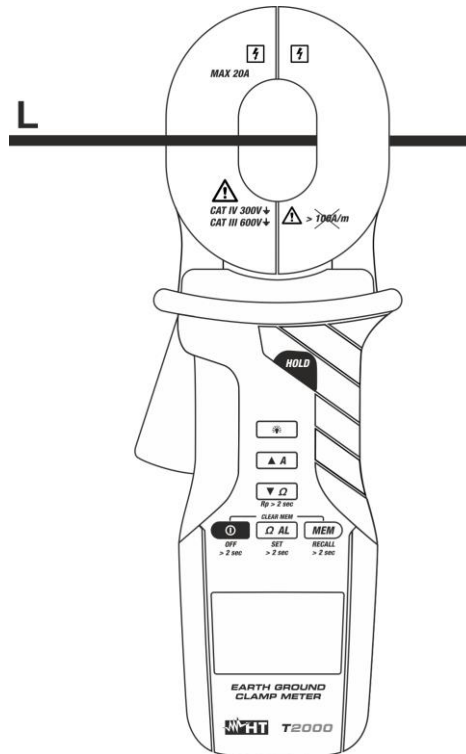

Fig. 19: Medição de correntes CA
3. Abrir o toroide suavemente inserir o cabo (ver Fig. 19) e ler o resultado no display.